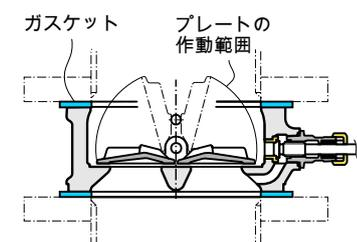

図12
- ⑦ 本製品のプレートが作動する範囲に、管の端やガスケットなどが触れないよう、フランジ、ガスケット、本製品の芯出しを確実に行ってください。(図12) (プレートの飛び出し寸法は 3.3.1項 表4(P7)を参照ください。)
- ⑧ 配管ボルトの締付手順は JIS B 2251²⁰⁰⁸、ASME PPC-1²⁰¹⁹ または下記に示す締付手順のいずれかの方法で、片締めにならないよう均等な力で締付けてください。締付トルクはフランジ種類、ガスケットの種類、厚さ、流体圧力、温度に応じて JIS B 2205²⁰⁰⁶ などに従って定めてください。(表5トルク制限値参照)